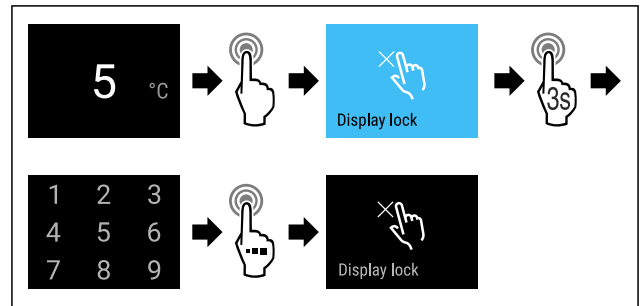

Fig. 80
- Suorita toimenpidevaiheet (katso Fig. 80) .